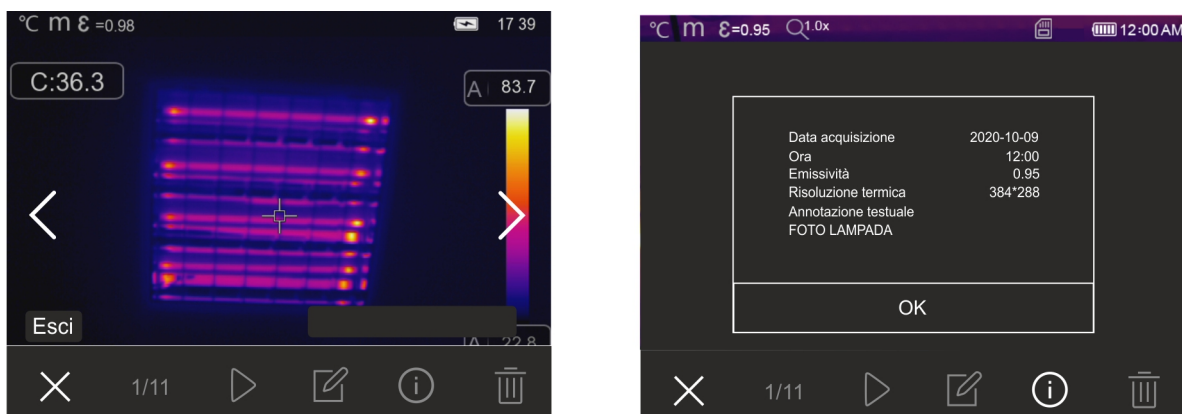

Fig. 47: Richiamo a display immagini salvate
1. Premere il tasto **▶** per entrare nella galleria delle immagini e video salvati nella memoria dello strumento o nella micro SD card. La videata di Fig. 47 – parte sinistra seguente è mostrata a display
3. Toccare l’icona “i” per aprire la sezione con le informazioni sull’immagine salvata. La videata di Fig. 47 – parte destra è mostrata a display